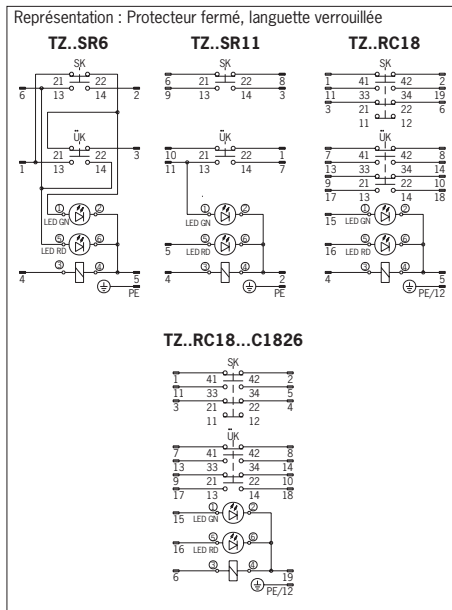

Fig. 2a : Repérage des bornes
1) Le fonctionnement de la diode lumineuse est décrit dans ce mode d'emploi pour le câblage standard de la version TZ...SR6 (voir fig.2a : broche 1 =  $\oplus$  / broche 5 =  $\ominus$  / broches 2, 3, 6 vers API).
- ▶ Affectation des broches, voir figure 2a.
- ▶ Pour le repérage des bornes et l'affectation des broches, voir figures 2a-2b.